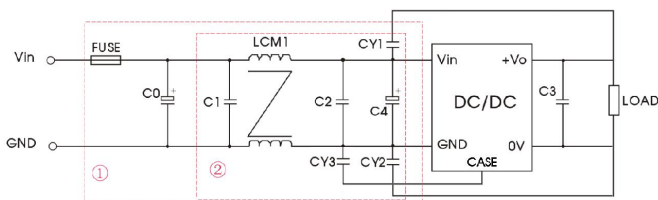

图 3
辐射骚扰	CISPR32/EN55032 CLASS B(推荐电路见图 3-②)
1.图 3 中第①部分用于 EMC 测试；第②部分用于 EMI 滤波，可依据需求选择。